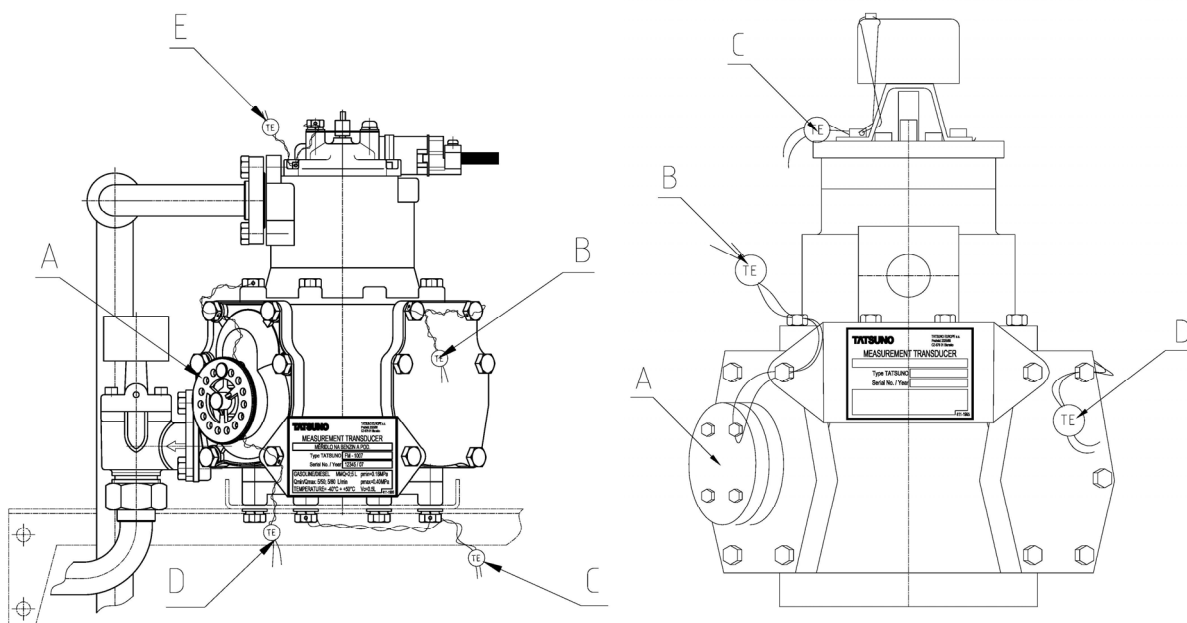

Figura 90 – Misuratore a pistoni carburante (tipo FM-1007) e GPL (tipo MP-02524 e FM-1029), A=ruota calibrazione
- 4) Al termine della taratura del misuratore, la ruota di calibrazione viene fissata e il misuratore viene dotato dei sigilli (vedi Figura 90, posizione B, C, D, E).